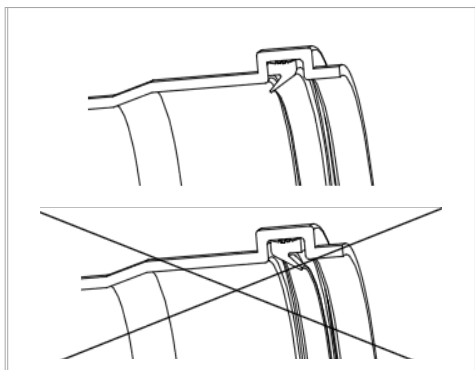

Figure 42. Direction du joint
- Confirmer que le joint est installé dans le sens approprié (figure 42).